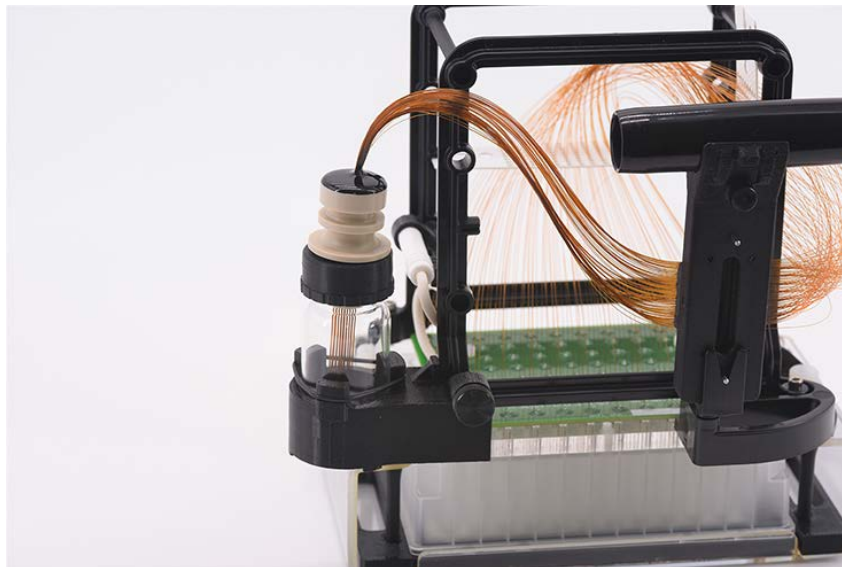

Figura 105 Estación de acoplamiento de microarrays con un microarray instalado
Para ver una imagen completa del microarray con el dispositivo de almacenamiento del eje del microarray instalado, consulte la **Figura 105**.
- 8** Retire el eje de salida del microarray de capilares del tapón negro de almacenamiento y colóquelo en el dispositivo de almacenamiento del eje del microarray, tal como se muestra en la **Figura 105**.